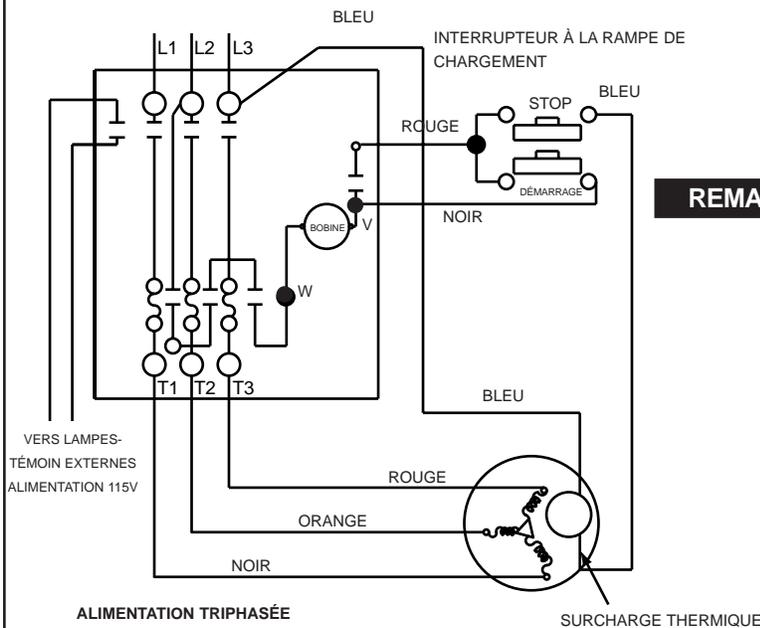

FIGURE 9
1. Dans les installations où le démarreur magnétique se situe éloigné de la rampe de chargement dans un endroit non dangereux. (Voir Fig. 9)